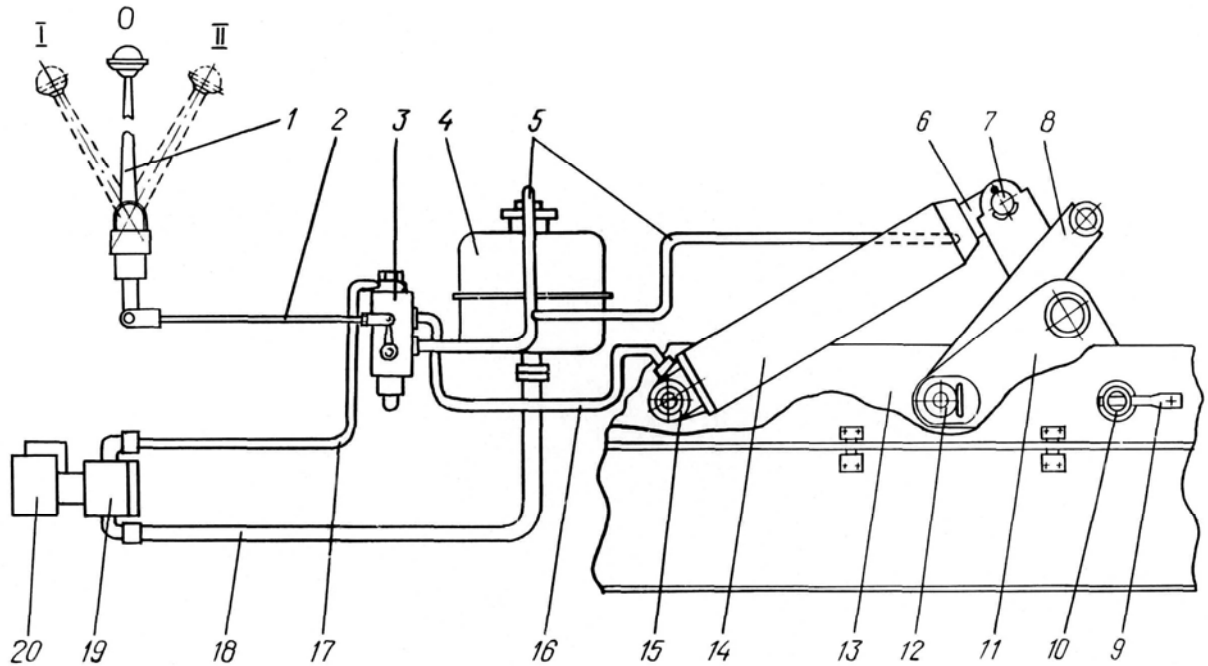

Рис.93. Схема опрокидывающего механизма:
Схема опрокидывающего механизма показана на рис.93. основными составными частями его являются: гидроцилиндр 14, коробка отбора мощности 20, предназначенная для привода масляного насоса опрокидывающего механизма, масляный насос 19, гидрораспределитель 3 и масляный бак 4.
3. Снять с фланцев масляного насоса трубку всасывающую 18 (см. рис.93) и трубку 17 высокого давления.